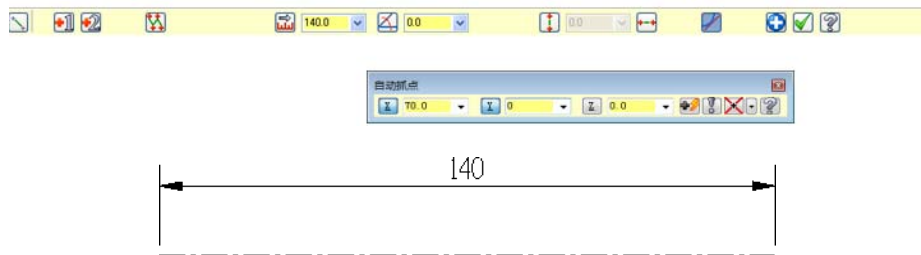

图 12-71 创建水平中心线
① 设置图层。设置状态栏的属性如下：“屏幕视角”为“俯视图”，“构图面”为“俯视图”，构图深度为 0，颜色为 13，线型为第 3 种。
② 创建水平中心线。在“基本绘图”工具栏中单击“绘制任意直线”按钮，在“自动抓点”工具栏中“X、Y、Z”坐标输入框依次输入水平中心线的起始、终止坐标为 (-70, 0, 0)、(70, 0, 0)，并按回车键，再单击“直线”工具栏中的“应用”按钮，创建水平中心线，如图 12-71 所示。